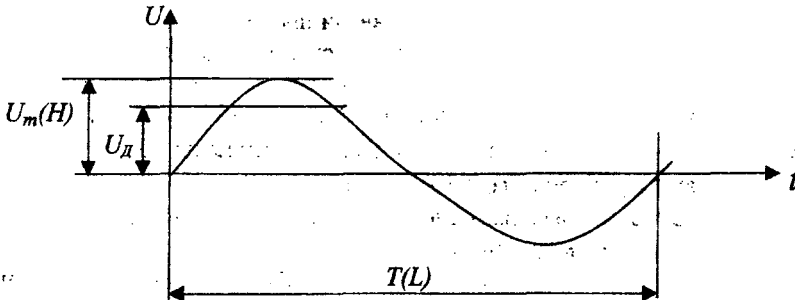

Рис.2.
• 4.11. Измерение амплитуды и периода синусоидального сигнала (рис.2).